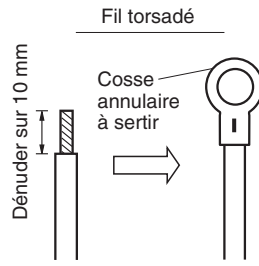
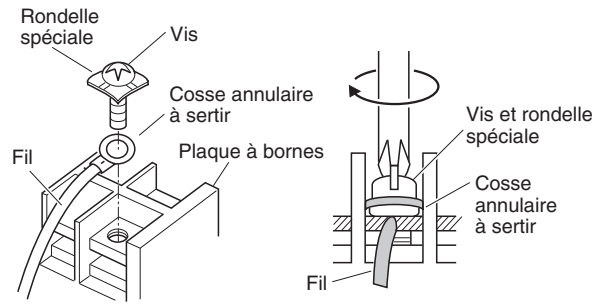

Fig. 4-7
Fig. 4-8
- (1) Couper l'extrémité de câble avec une pince coupante, puis dénuder l'isolant pour exposer le fil torsadé sur environ 10 mm, et bien torsader les brins du fil. (Fig. 4-7)
- (2) En utilisant un tournevis cruciforme, enlever la ou les vis de borne de la plaque à bornes.
- (3) Avec une pince à sertir pour cosse annulaire ou des pinces, sertir solidement une cosse annulaire sur chaque extrémité de fil dénudée.
- (4) Positionner la cosse annulaire à sertir, puis remettre en place et serrer la vis de borne enlevée avec un tournevis. (Fig. 4-8)